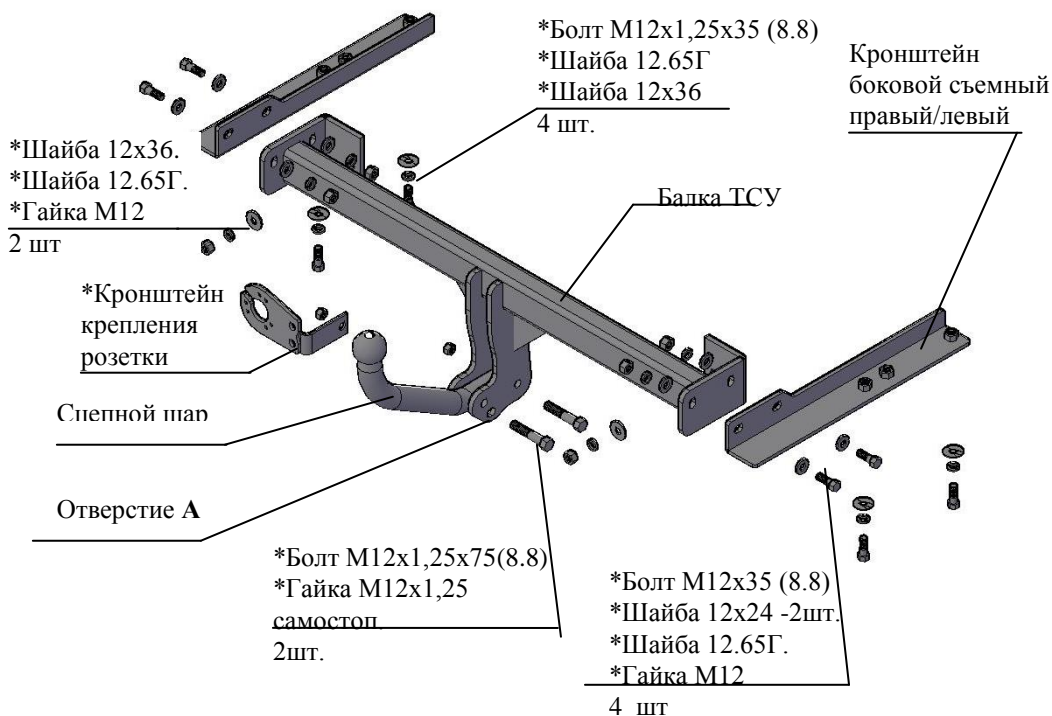

Рис.1 Тягово-цепное устройство 9450
2.1 ТСУ 9450 в сборе (рис.1)	1 шт.
2.2 Пакет с комплектующими (см. рис.1)	1 шт.
4.3 Установить боковые съемные кронштейны ТСУ (правый и левый соответственно рис.1) внутрь лонжеронов а/м, закрепить к нижним полкам болтами М12х1,25х35, (используя приварные гайки), под головки болтов подложить шайбы 12.65Г и шайбы 12х36. Крепеж не затягивать.